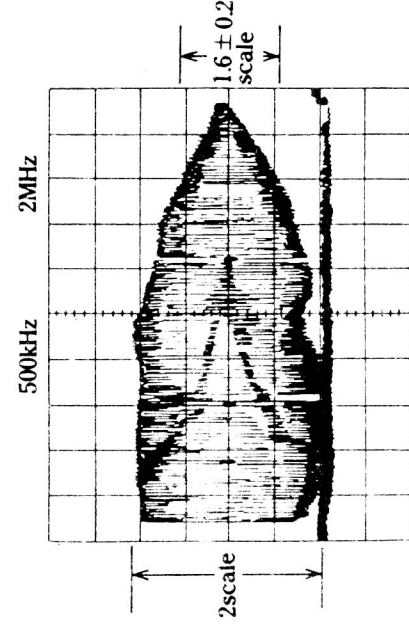

图15
④ 调节PF02, 使2MHz频率处的相对幅度为 $1.6 \pm 0.2$  (假设500kHz的幅度 $A=2$ ), 如图15所示。
(9) 5.06MHz陷波器的调试